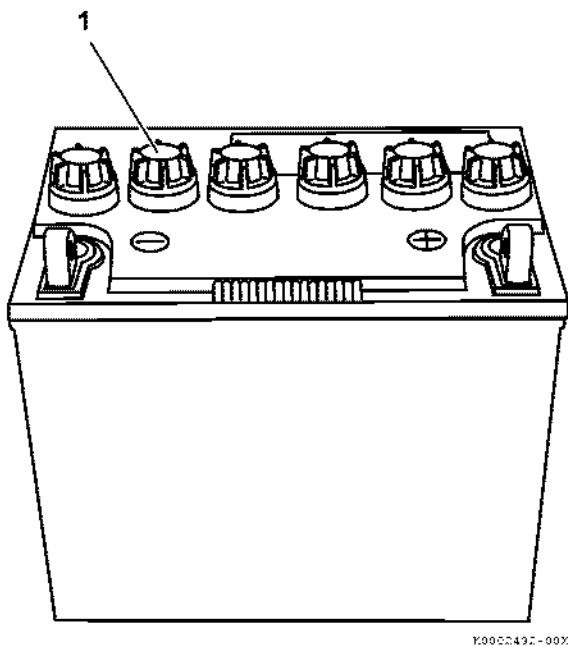

Рис. 39
10. Закройте банки аккумулятора крышками (Рис. 39, (1)). Надежно закрутите крышки. Не прикладывайте чрезмерных усилий.